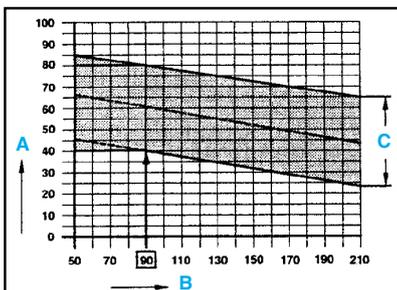

fig. Mot. 50
- Le début d'injection indiqué dans la zone **2** est fonction de la température du carburant affichée dans la zone **9** (fig. Mot. 50).